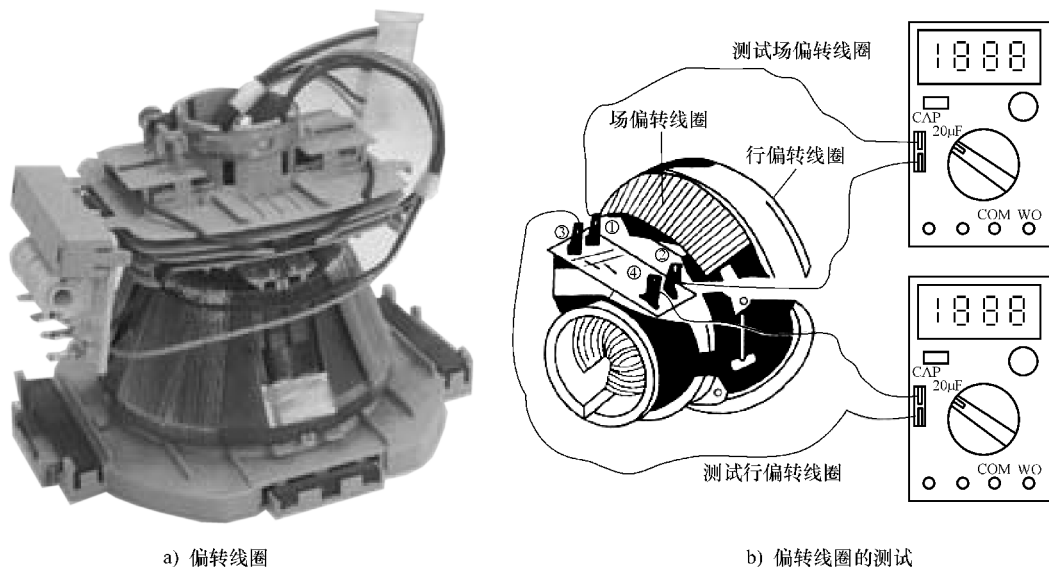

图 1-90 偏转线圈及其测试
9) 偏转线圈：偏转线圈是电视机扫描电路输出级的负载，偏转线圈的偏转灵敏度高、磁场均匀、Q 值高、体积小、价格低，如图 1-90 所示。